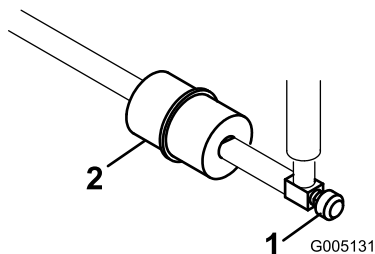

Figura 42
El filtro de combustible en línea se encuentra en el tubo de combustible, entre el depósito de combustible y el carburador (Figura 42).
1. Cierre la válvula de cierre del combustible (Figura 42).
2. Coloque un recipiente debajo del filtro, afloje la abrazadera en el lado del carburador del filtro y retire el tubo de combustible del filtro (Figura 42).
3. Afloje la otra abrazadera y retire el filtro (Figura 42).